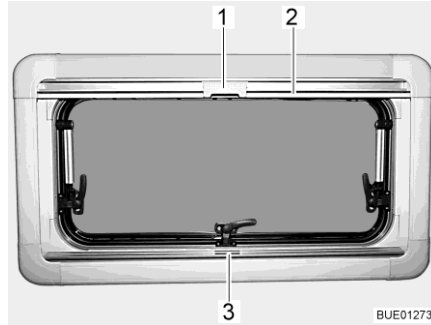
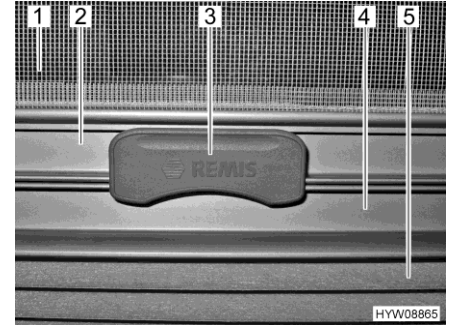

Bild 17 Överkantshängt fönster
Bild 18 Spärr
**Plisségardin** Plisségardinen (Bild 18,5) finns i den nedre rullgardinskassetten.
- Ta tag i mitten på plisségardinens list (Bild 17,3 och Bild 18,4) och drag den nerifrån och uppåt och släpp den vid önskad höjd. Plisségardinen stannar på denna höjd.
**Insektsnät** Insektsnätet (Bild 18,1) finns i den övre rullgardinskassetten.
- Drag, med listen (Bild 17,2 och Bild 18,2), ner insektsnätet tills listen stöter mot plisségardinen (Bild 18,4).
- Lås fast insektsnätets spärr (Bild 17,1 och Bild 18,3) på plisségardinens list. När spärren är låst, kan plisségardinen och insektsnätet justeras samtidigt.
- Tryck spärren (Bild 18,3) på insektsnätet uppåt.
- För långsamt tillbaka insektsnätet med listen (Bild 17,2).